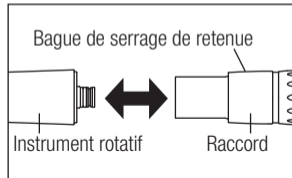

Fig. 2
- 1) Insérez l'instrument rotatif dans le raccord (Fig. 2).
Enlevez la bague de serrage de retenue et retirez l'instrument rotatif de son raccord (Fig. 2).